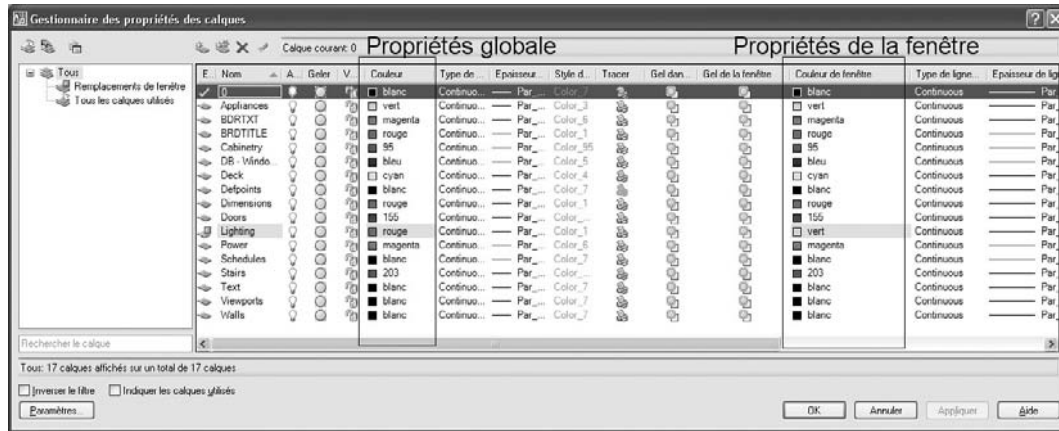

Fig.2.17
- [3] Dans le gestionnaire des propriétés des calques, sélectionnez les propriétés globales à remplacer dans les colonnes **Couleur de fenêtre**, **Type de ligne de fenêtre**, **Epaisseur de ligne de fenêtre** et **Style de tracé de fenêtre** (fig.2.17).